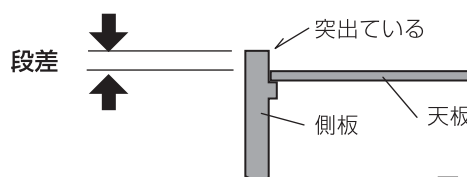

図2
- 側板が天板よりも上に突出しているタイプのベッド（図2参照）